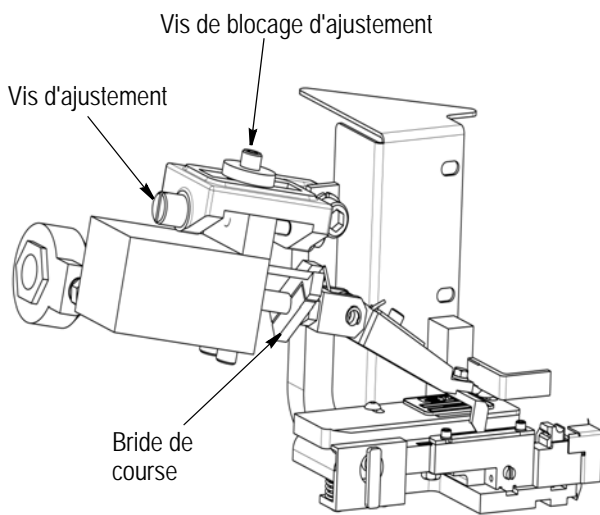

Figure 9
8. Tourner la vis d'ajustement pour effectuer le réglage. Voir Figure 9.
11. Si la course du doigt d'alimentation est incorrecte, desserrer la bride de course (Figure 9) puis rapprocher la bride du vérin pneumatique pour une course plus courte et l'éloigner pour une course plus longue.